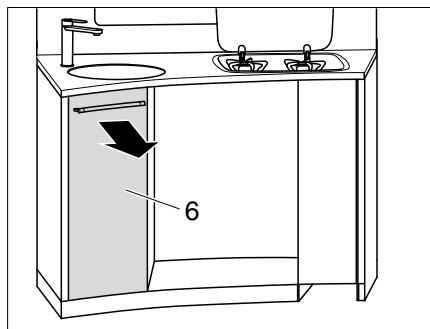

Bild 130 Ta ut hög kökslåda
■ Ta ut hög kökslåda (Bild 130,6).